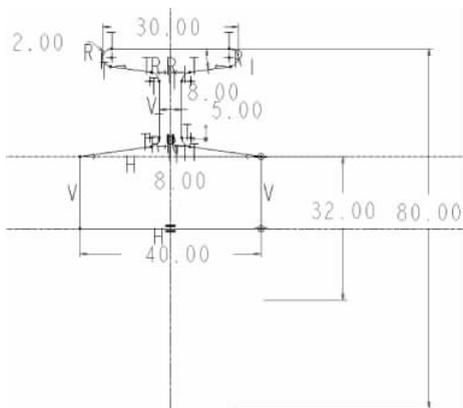
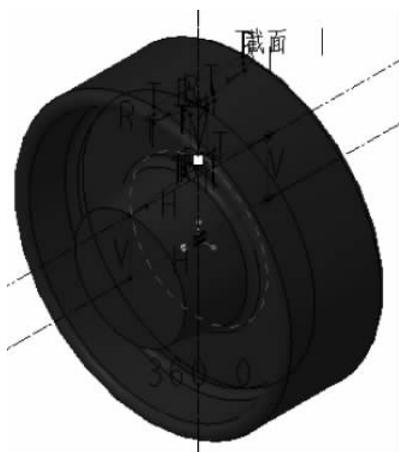

图 3-37 绘制草图
图 3-38 生成实体特征
⑤ 绘制草图，如图 3-37 所示。
⑥ 在草图中，选择作为旋转轴的中心线，选择【草绘】|【中心线】命令，确定旋转轴。
⑦ 单击【完成】按钮 ，返回【旋转特征】选项卡，单击【图形】工具栏上的【已保存方向】按钮 ，切换视图为【标准方向】，如图 3-38 所示，单击【确定】按钮 。